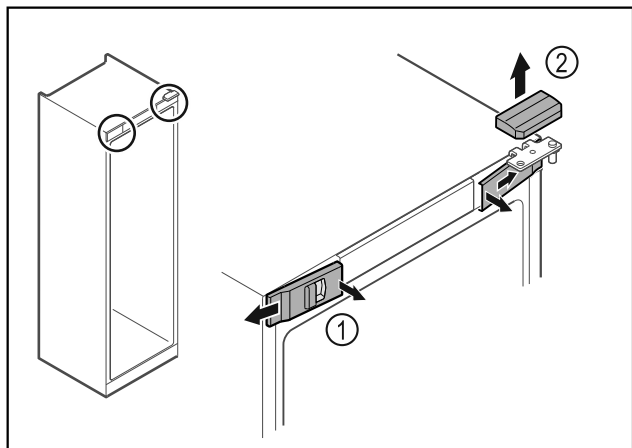

Fig. 16
- ▶ Paina etummaisat suojukset Fig. 16 (1) sisäpuolelta irti ja ota ne sivukautta pois.
- ▶ Ota ylempi suojuus Fig. 16 (2) yläkautta pois.